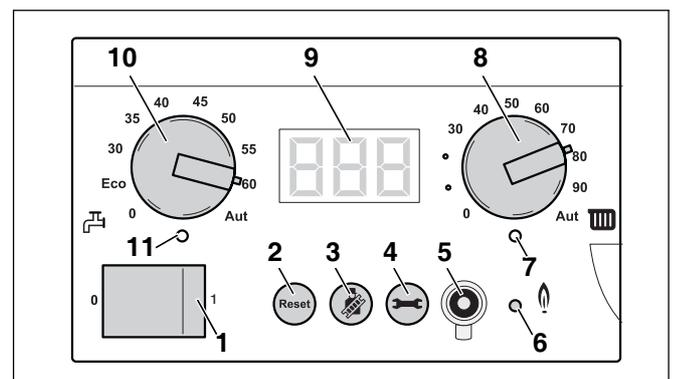

Fig. 75 Regolatore di base BC10
- Agendo sulla manopola "Temperatura massima riscaldamento" (fig. 75, pos. 8), impostare il limite superiore della temperatura in caldaia in funzione riscaldamento (vedi tab. 16)